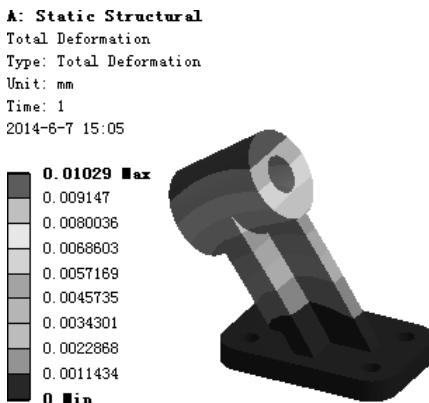

图 7.2.6 位移变形结果图解
(1) 求解分析。在顶部工具栏中单击 Solve 按钮求解分析。
(2) 查看位移变形结果图解。在“Outline”窗口中选中 Total Deformation，查看图 7.2.6 所示的位移变形结果图解，其最大位移为 0.01029mm。